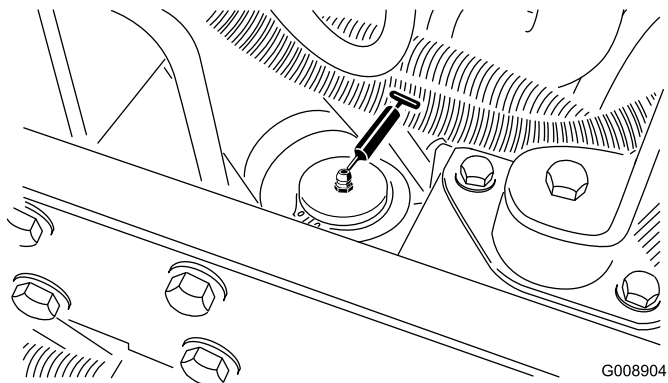

Figura 39
- Cilindro di sterzo (Figura 39)